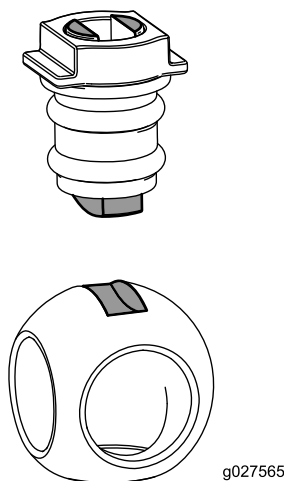

Рисунок 122
6. Вставьте шар в корпус клапана (Рисунок 122).
Примечание: Шток клапана должен быть установлен внутри паза привода шара. Если шток клапана не устанавливается в него, отрегулируйте положение шара (Рисунок 122).